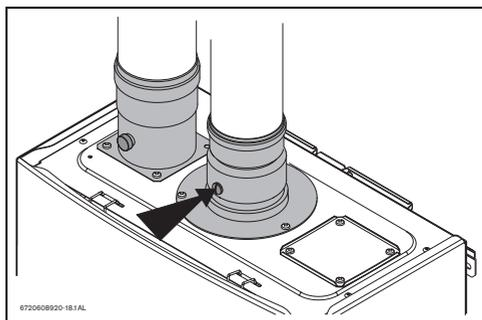

Fig. 44 Point de mesure
- ▶ Enlever la vis de l'accessoire d'évacuation, consulter la Fig. 44.